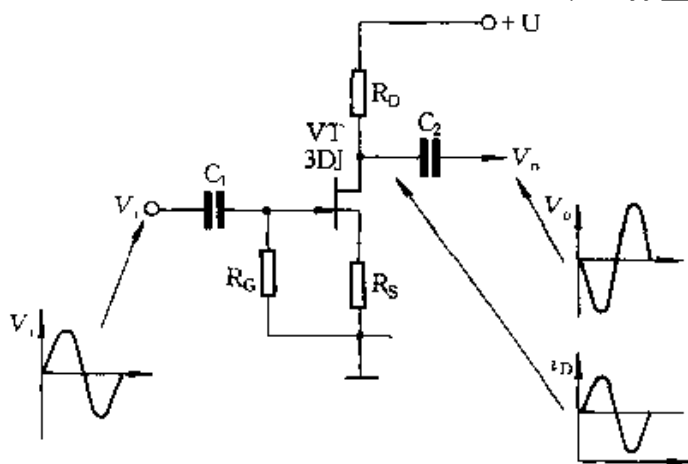

图 2-236
① 图 2-236 所示为场效应管放大器，输入信号 V_i 经 C_1 加至场效应管 VT 的栅极，使其漏极电流 I_D 相应变化，并在负载电阻 R_D 上产生压降，经 C_2 输出。 I_D 与 V_i 同相， V_o 与 V_i 反相。VT 采用自给偏置法， R_G 为栅极电阻， R_S 为源极电阻。由于场效应管放大器的输入阻抗很高，因此耦合电容可以容量较小，不必